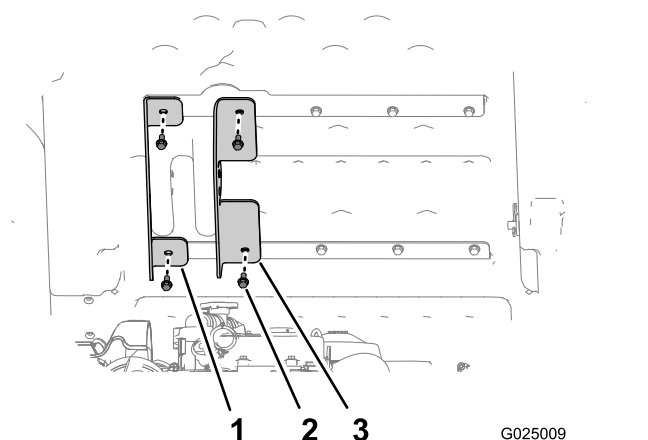

Figura 6
3. Alinee el soporte de elevación exterior izquierdo (con pestañas cortas) con los taladros exteriores de los refuerzos superior e inferior de la plataforma (Figura 6).
4. Sujete el soporte de elevación exterior a la plataforma con los 2 pernos que retiró en el paso 1, y apriete los pernos a mano (Figura 6).
5. Alinee el soporte de elevación interior (con pestañas largas) con los taladros interiores de los refuerzos superior e inferior de la plataforma (Figura 6).
6. Sujete el soporte de elevación interior a la plataforma con los 2 pernos que retiró en el paso 2, y apriete los pernos a mano (Figura 6).
8. Apriete los 4 pernos (5/16" x 3/4") que sujetan los soportes de elevación interior y exterior a la plataforma (Figura 6) a 15-16,6 N·m.